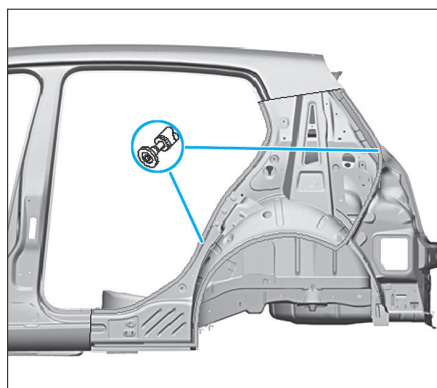

FIG. 136
- Préparer les zones d'accostage, éliminer entièrement les restes de colle et poncer à nu les surfaces de collage et les morceaux de tôle restants (Fig.136).